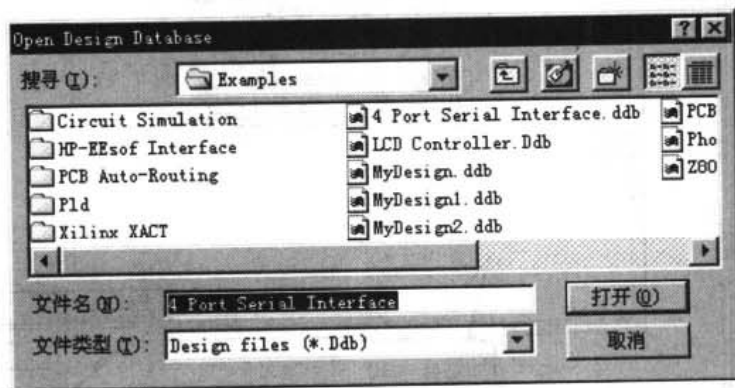

图 1-3 Open Design Database (打开设计数据库) 对话框
- (1) 执行 File|Open 命令,或单击主工具栏中的 Open Document (打开文档) 按钮 。
- (2) 执行命令后,出现如图 1-3 所示的 Open Design Database (打开设计数据库) 对话框。可以使用此对话框查找或输入所要打开的设计数据库名。